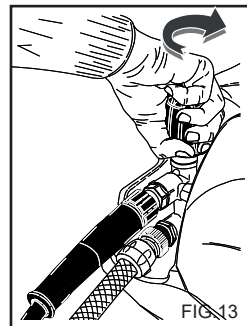

FIG.13
BRUK AV REGULERBART HODE (Fig.13) (Ekstraustyr)
Dette kapitlet gjelder kun de modellene som er utstyrt med utstyr for "trykkregulering". Trykkregulatoren, fig. 13, gjør at brukeren kan regulere arbeidstrykket. Når knapp C vis moturs (B) (minimum), reduseres driftstrykket.